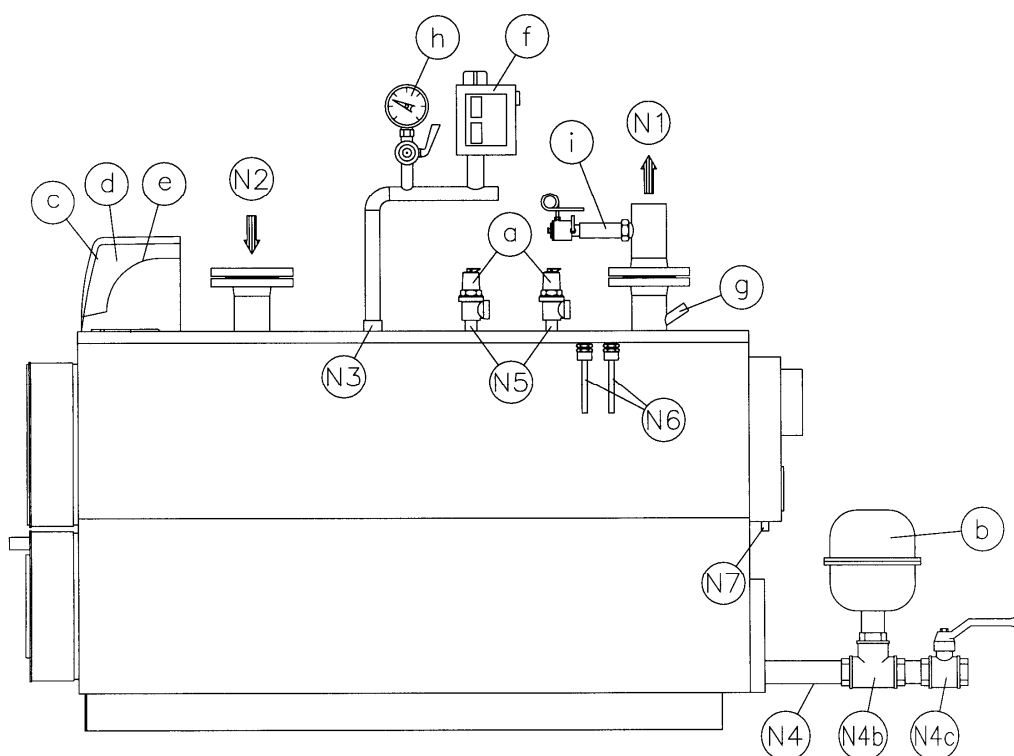

Fig. 1
3.2.1 IMPIANTO TERMICO AD ACQUA CALDA CON VASO D'ESPANSIONE CHIUSO - pressione 5 bar (Fig. 1)